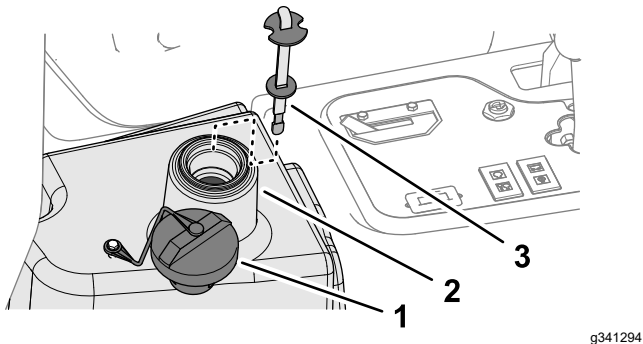

Рисунок 95
4. Залейте в гидравлический бак (Рисунок 95) приблизительно 22,7 литра гидравлической жидкости; см. раздел Характеристики гидравлической жидкости \(страница 69\).